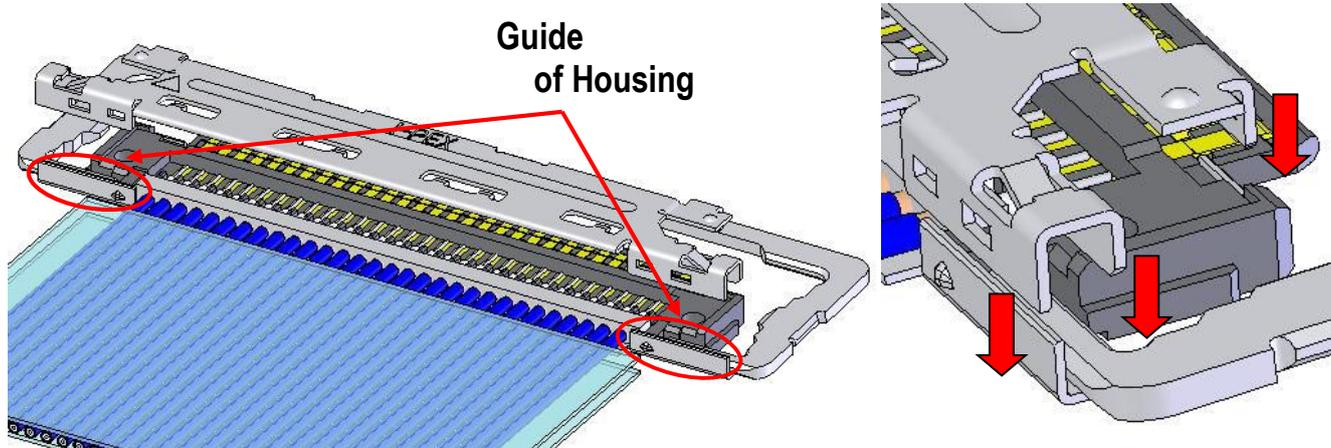

Fig.4 Assembly of Shell A
- ① Fig.4 の様にケーブル側から housing のガイド部に沿って shell A を組み付ける。